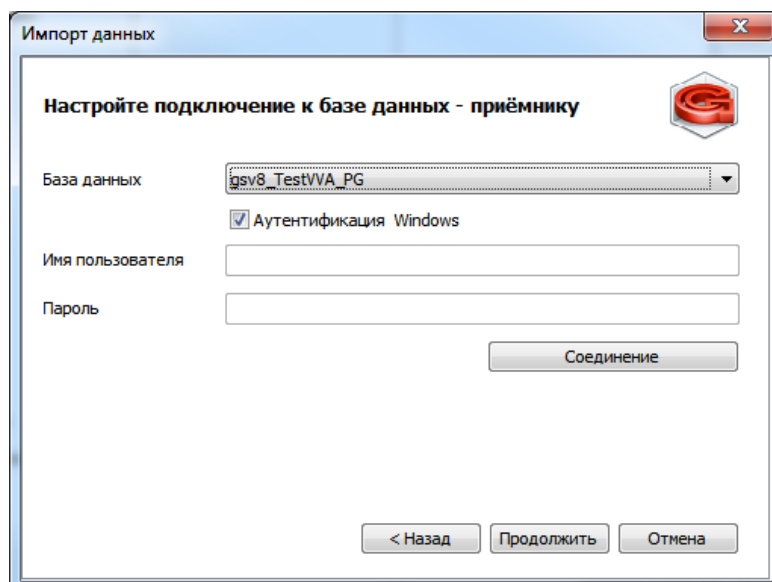

Рисунок 251: Пример диалогового окна
В результате — будет загружено диалоговое окно «**Настройте подключение к базе данных - приёмнику**» (рис. 251).
- 3.1 В поле «**База данных**» указать целевую базу данных (эта та БД, в которую справочники будут импортированы). Автоматически, по умолчанию, в качестве БД-приёмника подставляется текущая БД, к которой подключён клиент (см. рис. 251).
- 3.2 Указать тип аутентификации. По умолчанию включён режим **Аутентификация Windows** (см. рис. 251).